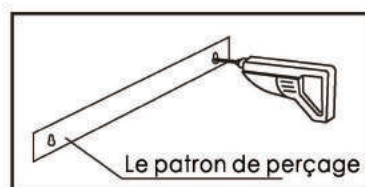

Fig.6-2
7. Placez le patron de perçage sur la ligne B, centré sur la ligne centrale (LC). Percez 2 trous de Ø 8 mm (un de chaque côté) (Fig. 6-2)